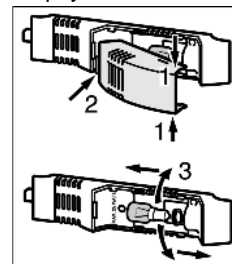

Fig. 18
- ▶ Kryt světla uchopte nahoře a dole *Fig. 18 (1)*.
- ▶ Kryt světla vzadu uvolněte ze západek a vysadte *Fig. 18 (2)*.
- ▶ Vyměňte žárovku *Fig. 18 (3)*.